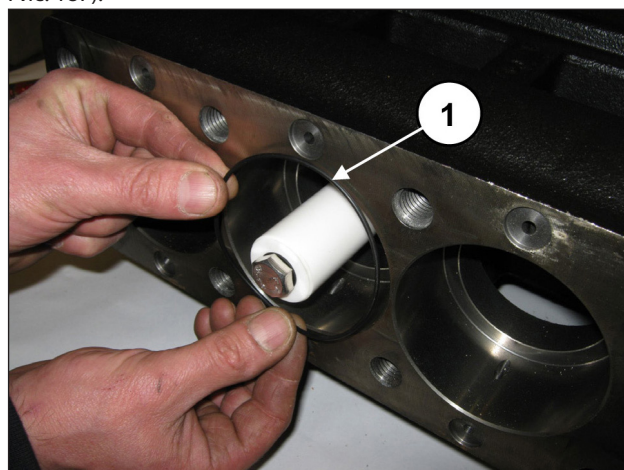
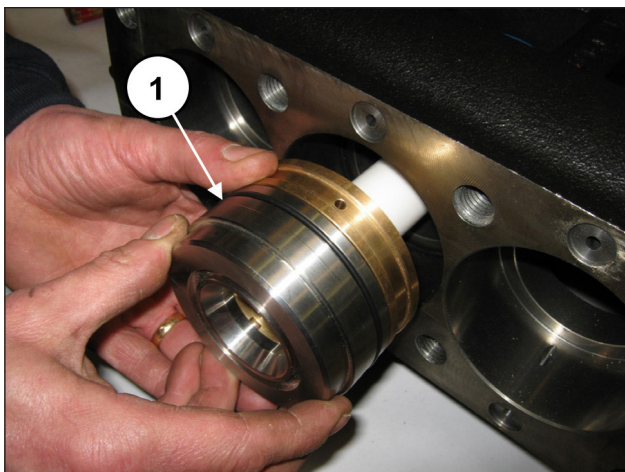

Рис. 186
Рис. 187
Откалибруйте винты динамометрическим ключом, как указано в главе 3. Вставьте уплотнительное кольцо в картер насоса (поз. ①, Рис. 186), а затем вставьте до упора предварительно собранный узел рубашки-опоры уплотнений (вместе с соответствующим уплотнительным кольцом) (поз. ①, Рис. 187).